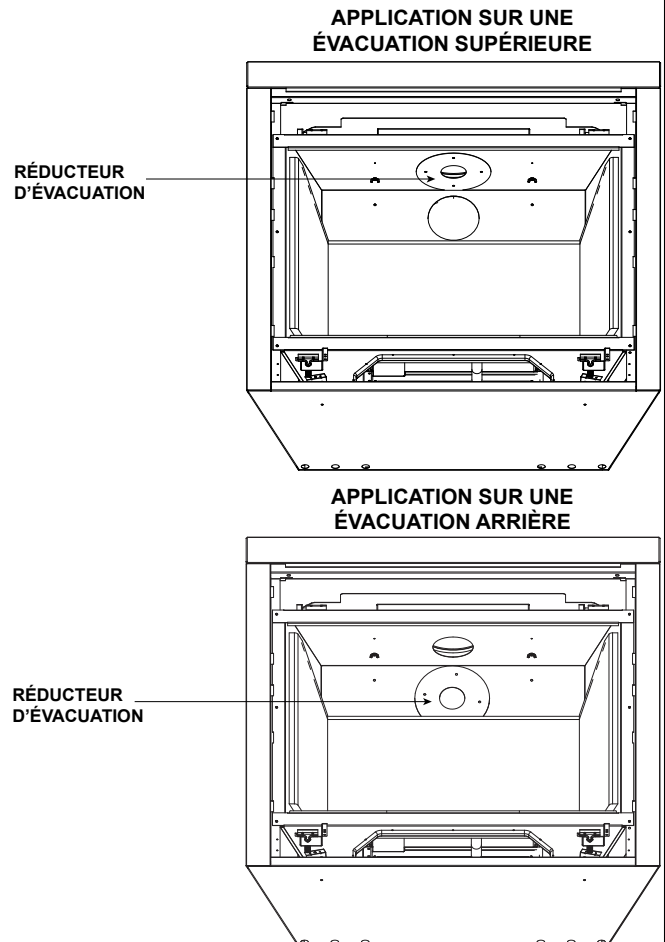

Figure 4.16 Installation d'un réducteur d'évacuation (Panneau réfractaire supérieur retiré pour améliorer la clarté visuelle)
1. Installez le réducteur d'évacuation sur le centre de la sortie d'air sur la boîte à feu. Voir la Figure 4.16.